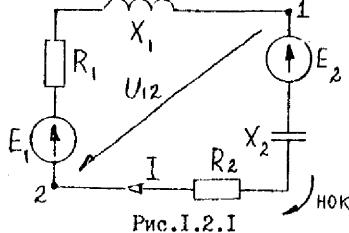

Рис. I.2.1
Для электрической цепи, представленной на рис. I.2.1, дано:  $E_1 = 70 \sin(\omega t + \pi/4)$ ,  $E_2 = (-5 - j15)$  В,  $R_1 = 1$  Ом,  $X_1 = 8$  Ом,
1. Ток в рассматриваемой электрической цепи определяют из уравнения, составленного по второму закону Кирхгофа для исходного контура (рис. I.2.1):